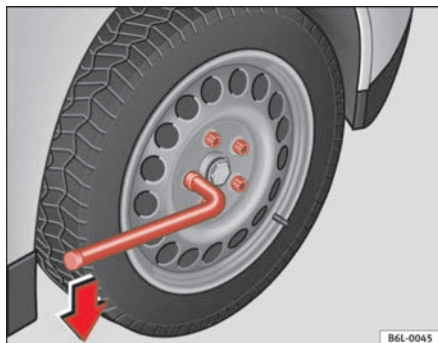

Abb. 133 Radwechsel:
- Greifen sie das Ende des Radschlüssels und drehen Sie die Schraube etwa eine Umdrehung nach **links** ⇒ **Abb. 133**.